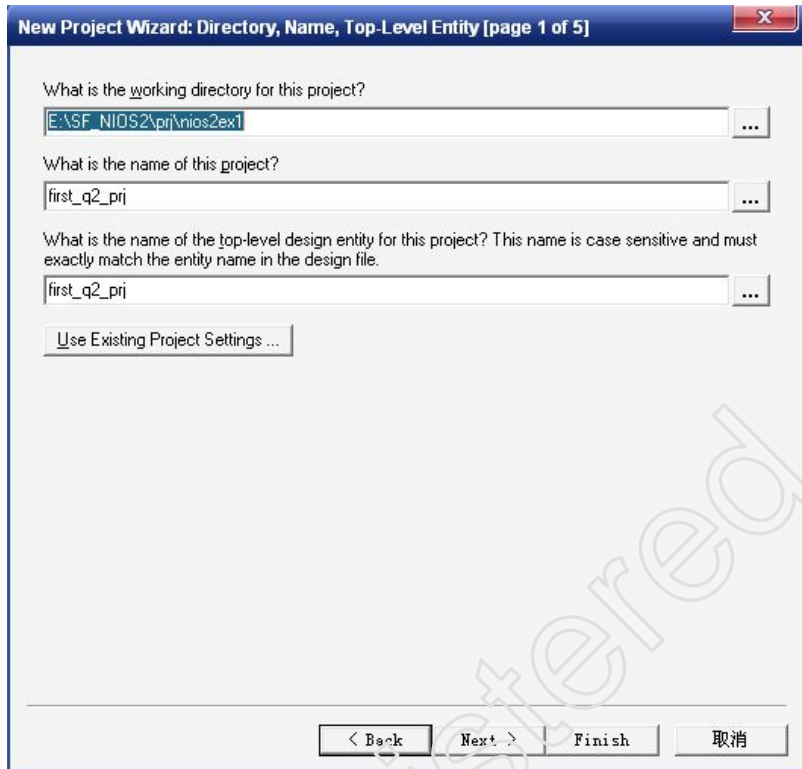

图 3.7 工程目录与工程名配置
2. 如图 3.7 所示，进行工程目录与工程名配置。用户可以新建一个专用文件夹，该实例用 nios2ex1 文件夹来存放当前的工程文件。新建工程名为 first_q2_prj。在这里再提一下地球人都知道的规矩：工程名以及工程文件所在的相关路径均使用英文字母、阿拉伯数字或者下划线，不要使用其它的符号或汉字。虽然大多数时候好像没有问题，但是要记住 EDA 工具大